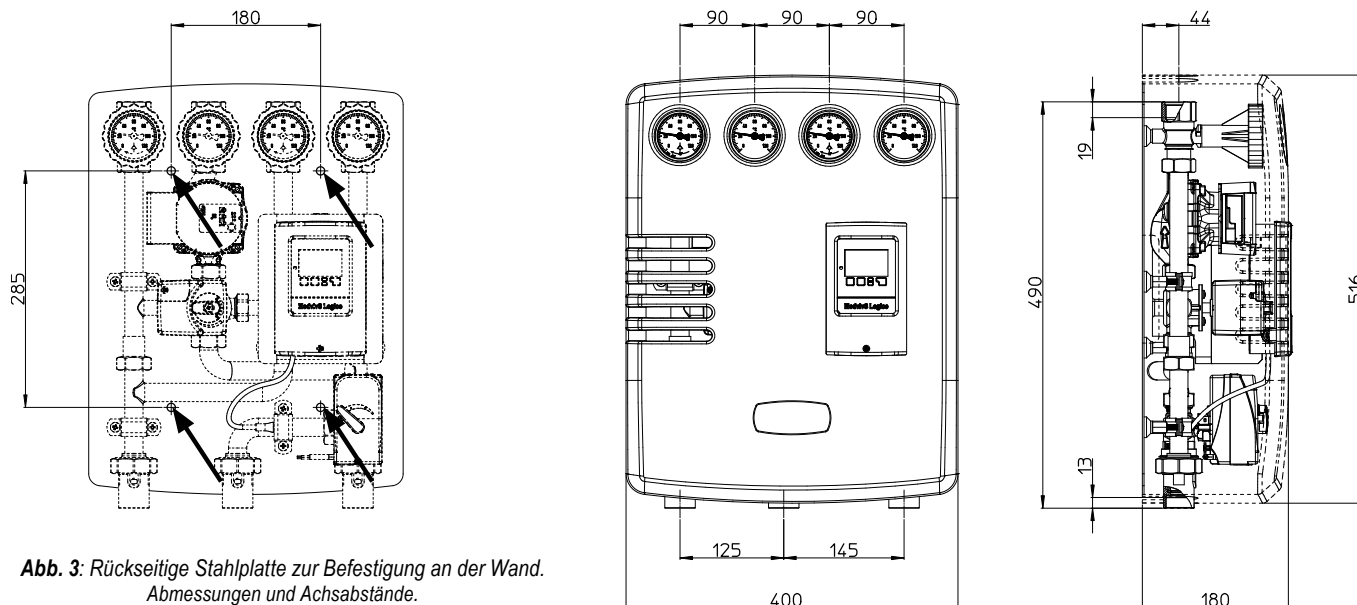

Abb. 3: Rückseitige Stahlplatte zur Befestigung an der Wand. Abmessungen und Achsabstände.
- ✓ Lokalisieren und identifizieren Sie die Position der 4 an der Wand zu erstellenden Löcher gemäß dem Schema Abb. 3;
- ✓ Verbinden Sie die Rohre gemäß dem Anschlussplan und befolgen Sie dabei die Anweisungen in Abb. 3